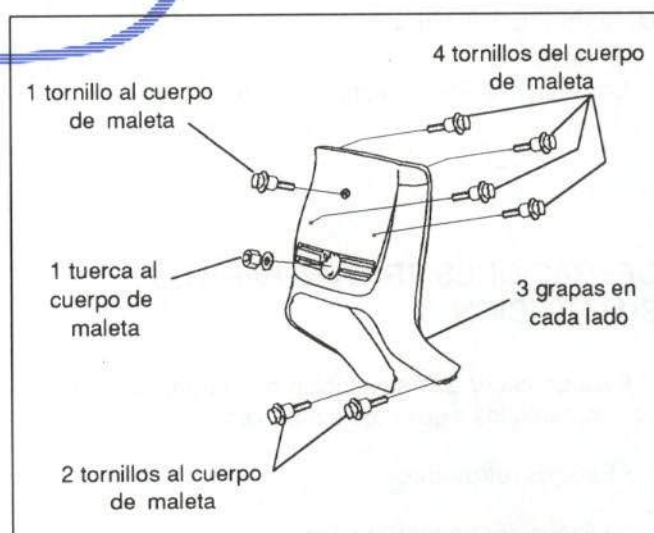

Figura 24.- Fijación del escudo frontal
En la figura 24 se muestra su fijación.
- Escudo frontal (figura 24)